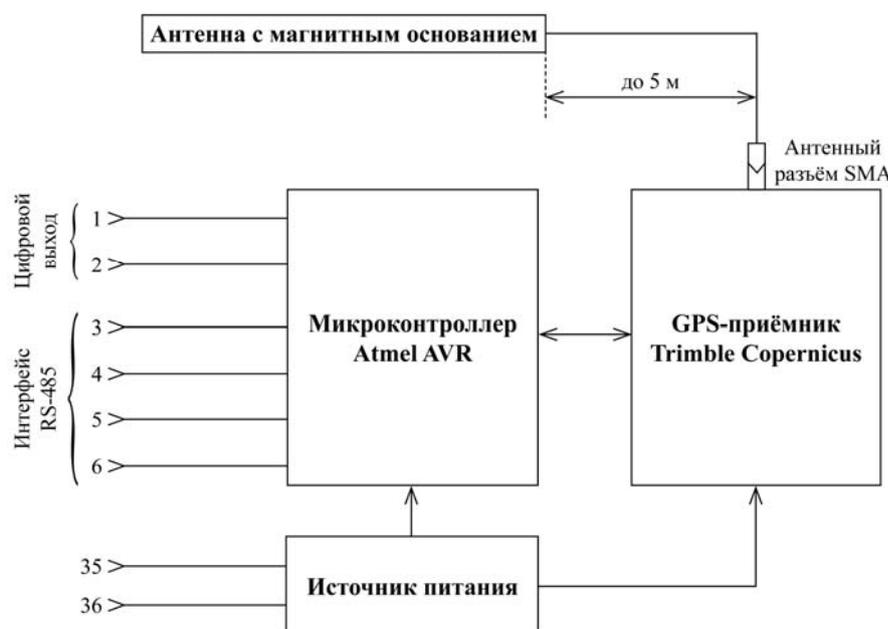

Рис. 2.2 – Структурная схема Модуля МКВ-02Ц
2.5.1. Структурная схема Модуля МКВ-02Ц приведена на рис. 2.2. При работе с интерфейсом USB питание МКВ-02Ц получает от ПК по кабелю USB.